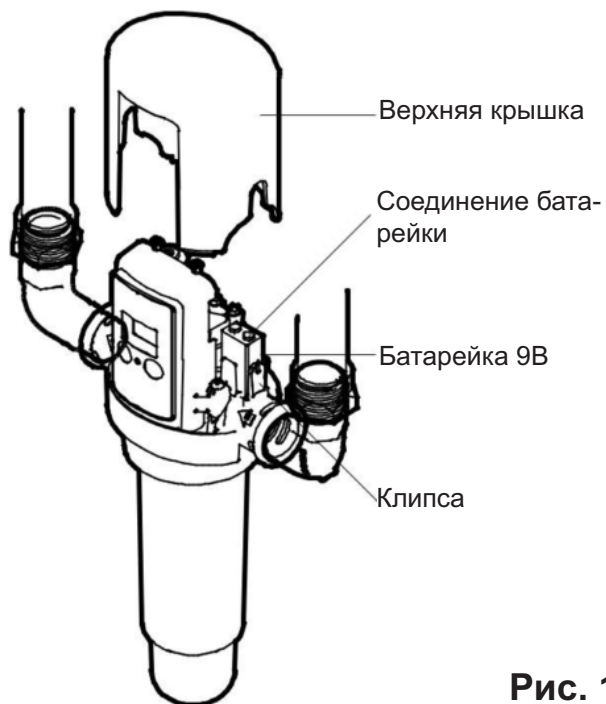

Рис. 12
1. Снимите верхнюю крышку фильтра (см. Рисунок 12 на стр. 9).
4. Поместите подсоединенную батарею в предназначенный для нее зажим прямо над входным патрубком фильтра (см. Рисунок 12 на стр. 9).